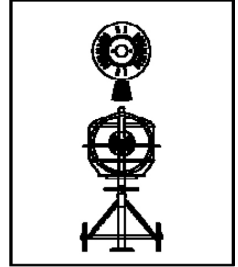

Abb.15
- Lagern und transportieren Sie das Gerät in der Position, wie in Abb.15 beschrieben.